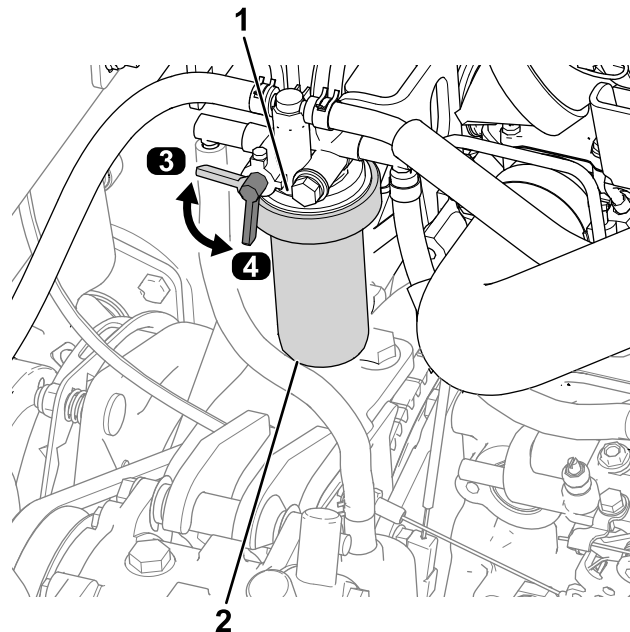

Рисунок 56
1. Переведите рычаг топливного клапана в положение OFF (Выкл.) (Рисунок 56).
2. Очистите поверхность вокруг головки топливного фильтра (Рисунок 56).
3. Снимите фильтр и очистите монтажную поверхность головки фильтра (Рисунок 56).
6. Переведите рычаг топливного клапана в положение ON (Вкл.) (Рисунок 56).